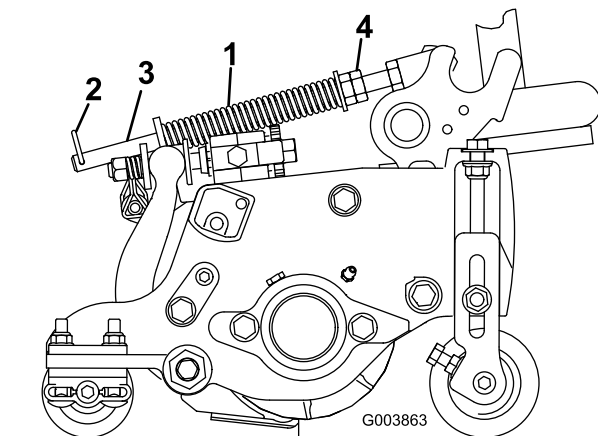

Figura 21
La molla di compensazione del manto erboso (Figura 21) trasferisce il peso dal cilindro anteriore al cilindro posteriore, per contribuire a ridurre l'ondulazione del manto erboso, detta anche fluttuazione o bobbing.
1. Verificate che la coppiglia sia montata nel foro posteriore dell'asta della molla (Figura 21).
2. Serrate i dadi esagonali sul lato anteriore dell'asta della molla, finché la lunghezza compresa della molla non è di 15,9 cm (Figura 21).